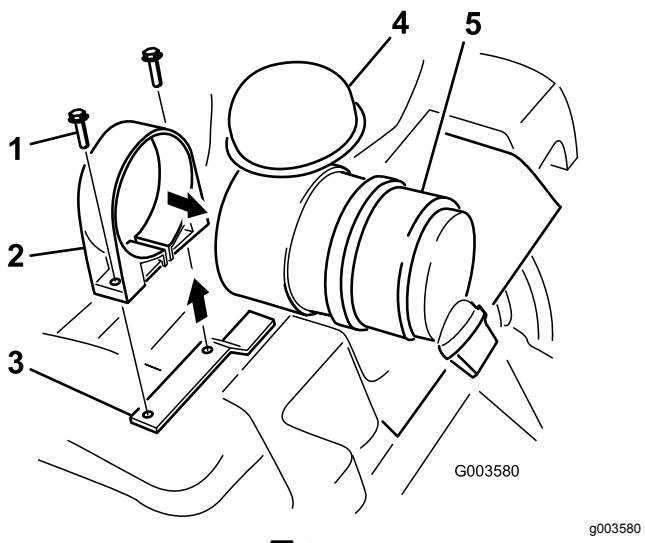

図 3
6. エアクリーナのストラップをゆるめて開き、キャニスタから引き抜くフィルタを抜き取った側から引き抜く図 3。